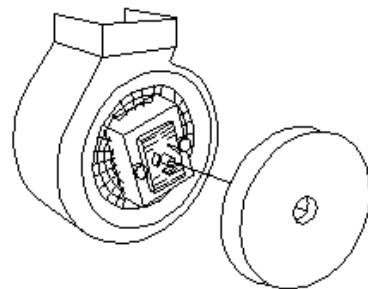

Рис.18
3. Снимите угольный фильтр, который находится внутри вытяжки на корпусе двигателя, с обеих сторон (рис. 18), врачаая его против часовой стрелки.